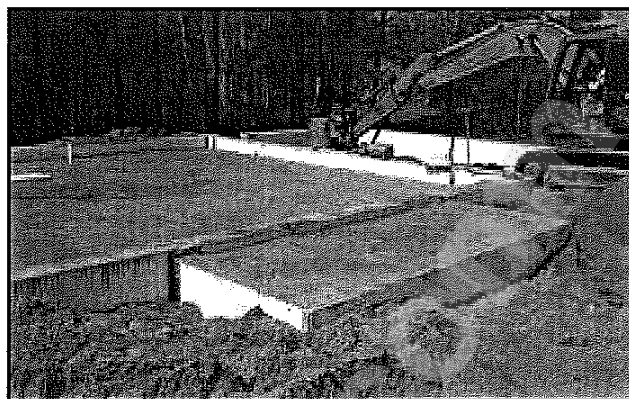

FIGUUR 4.2
4.2 FIGUUR 4.2 hieronder toon mense wat in uitgrawings werk.